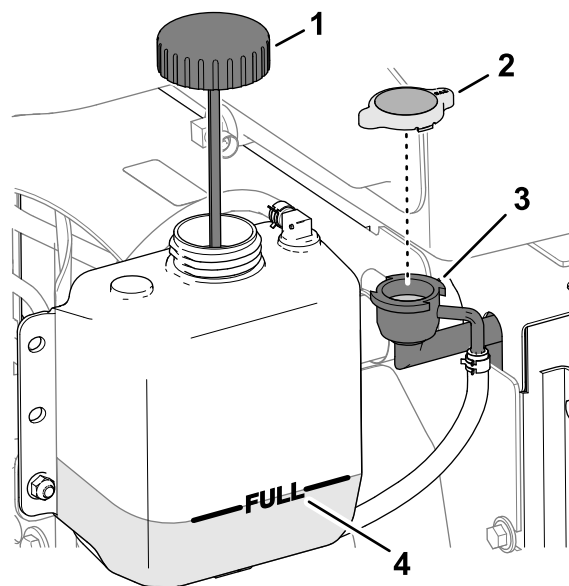

Рисунок 144
- Осторожно снимите крышку радиатора (Рисунок 144).
Примечание: Уровень охлаждающей жидкости должен доходить до верха заливной горловины радиатора (Рисунок 144).